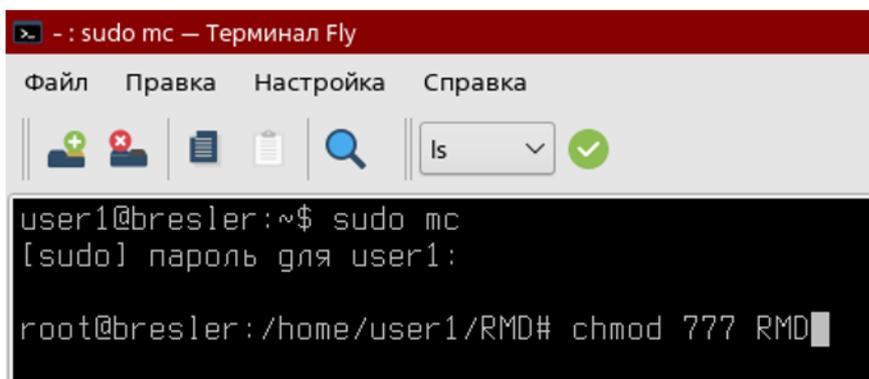

Рисунок 18 – Установка расширенных прав файлу «RMD» с помощью второго варианта
- в предыдущем окне через комбинацию клавиш «*Ctrl+O*» задать расширенные права через команду «*chmod 777 RMD*» (рисунок 18);